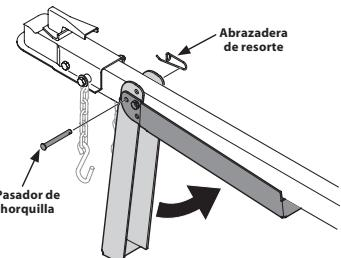

Figura 17
- Sostenga la lengüeta y gire el gato hacia arriba contra la lengüeta. Vea la Figura 17.
- Fije con la abrazadera de resorte y el pasador de horquilla que retiró previamente. Vea la Figura 17.